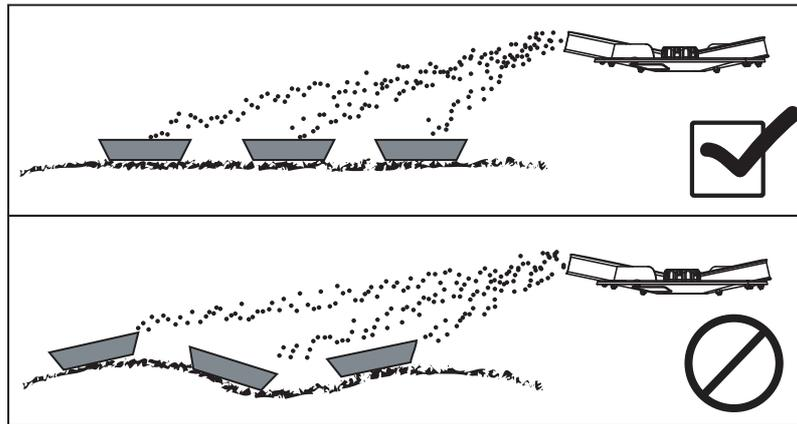

рисунок 7.17: Расстановка приемных поддонов
- Установите приемные поддоны горизонтально. Косо стоящие приемные поддоны могут стать причиной ошибок при измерении (Рисунок 7.17).